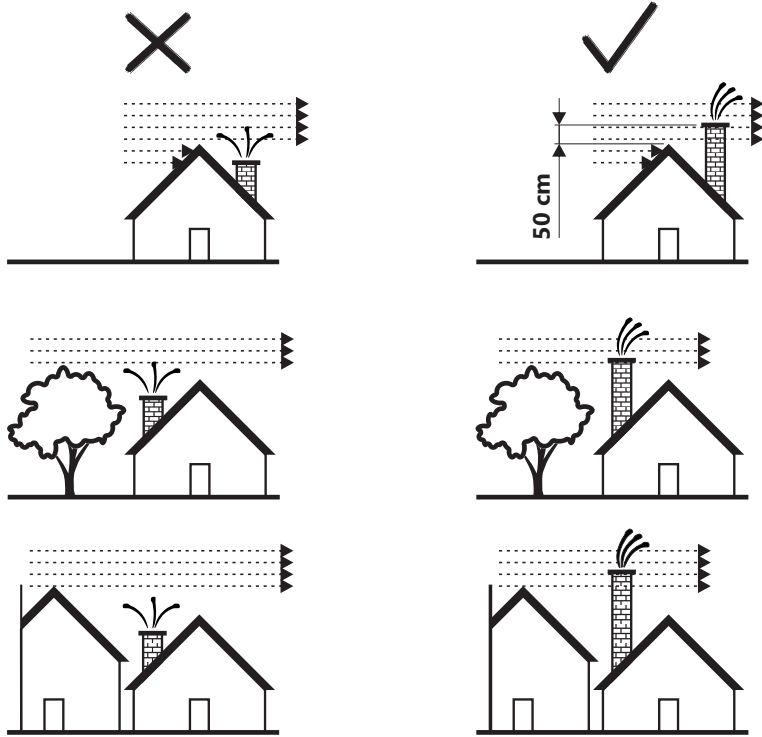

Abbildung 2a
- der Schornstein muss mindestens 0,5 m höher als der Dach sein und alle Objekte/Hindernisse in seiner Nähe (Nachbarhaus, Baum) herausragen (Abbildung 2a).